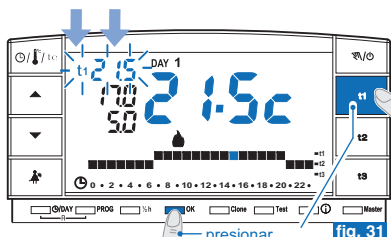

fig. 31
- En 8 segundos **pulsa a la vez** la tecla correspondiente (**t1** o **t2**) y la tecla **OK**; para confirmar que se ha producido el bloqueo, la sigla (**t1** o **t2**) y el correspondiente valor de al lado parpadean (ejemplo en fig. 31).